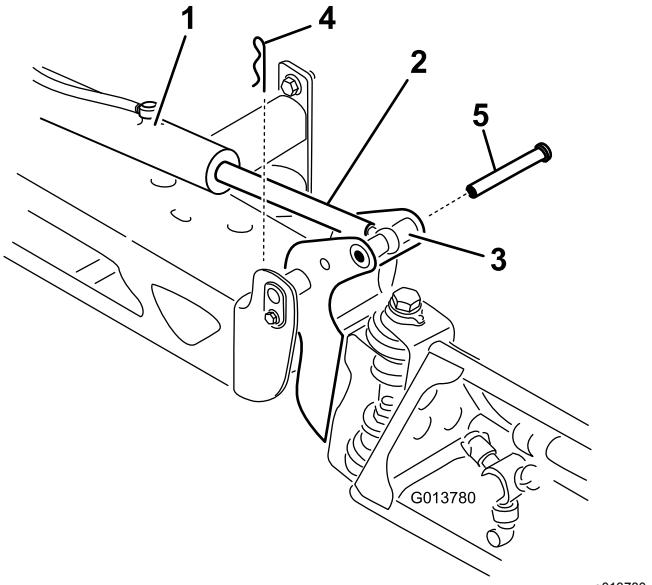

Figura 103
2. Retire la chaveta del pasador de giro (Figura 103).
3. Levante el brazo, retire el pasador (Figura 103), y baje el brazo lentamente al suelo.
9. Sujetando el brazo, introduzca el pasador a través del pivote del brazo y del émbolo del actuador (Figura 103).